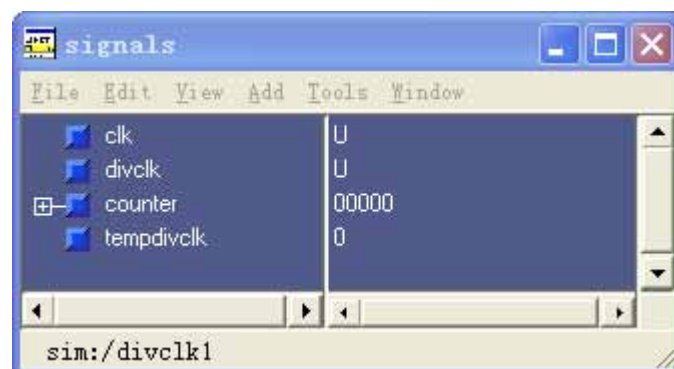

图 8-3-8 信号列表窗口
- 12、 这时候出现的 Wave 窗口为空，里面什么都没有，我们要为该窗口添加我们需要观察的对象，首先在主窗口而不是波形窗口中点击 View->Signals 打开信号列表窗口如图 8-3-8 所示，在改窗口中点击 Add->Wave->Signals in Design，这时候在波形窗口中就可以看到这些信号了；